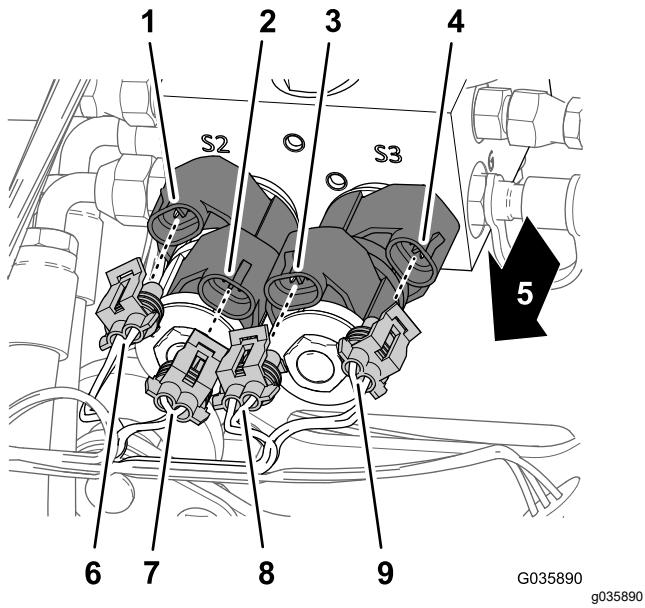

图 26
- 如图 26 所示在提升油缸歧管的前面将超声波喷洒臂线束的 4 个电气接头连接至控制喷洒臂提升的螺线圈。